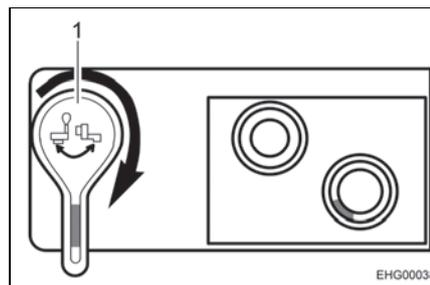

Fig. 83 Robinet de vidange, ouvert
- Ouvrir le robinet de vidange. Tourner pour ce faire le levier du robinet de vidange de 90° dans le sens des aiguilles d'une montre (voir Fig. 83,1).